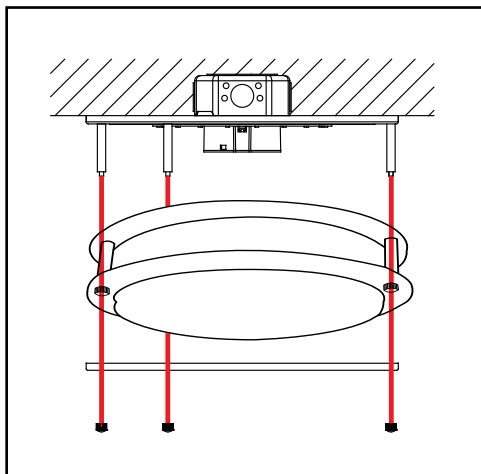

Figure 4
5. Réinstallez le diffuseur en utilisant la rondelle métallique et les 3 écrous afin de sécuriser l'installation (voir figure 4)